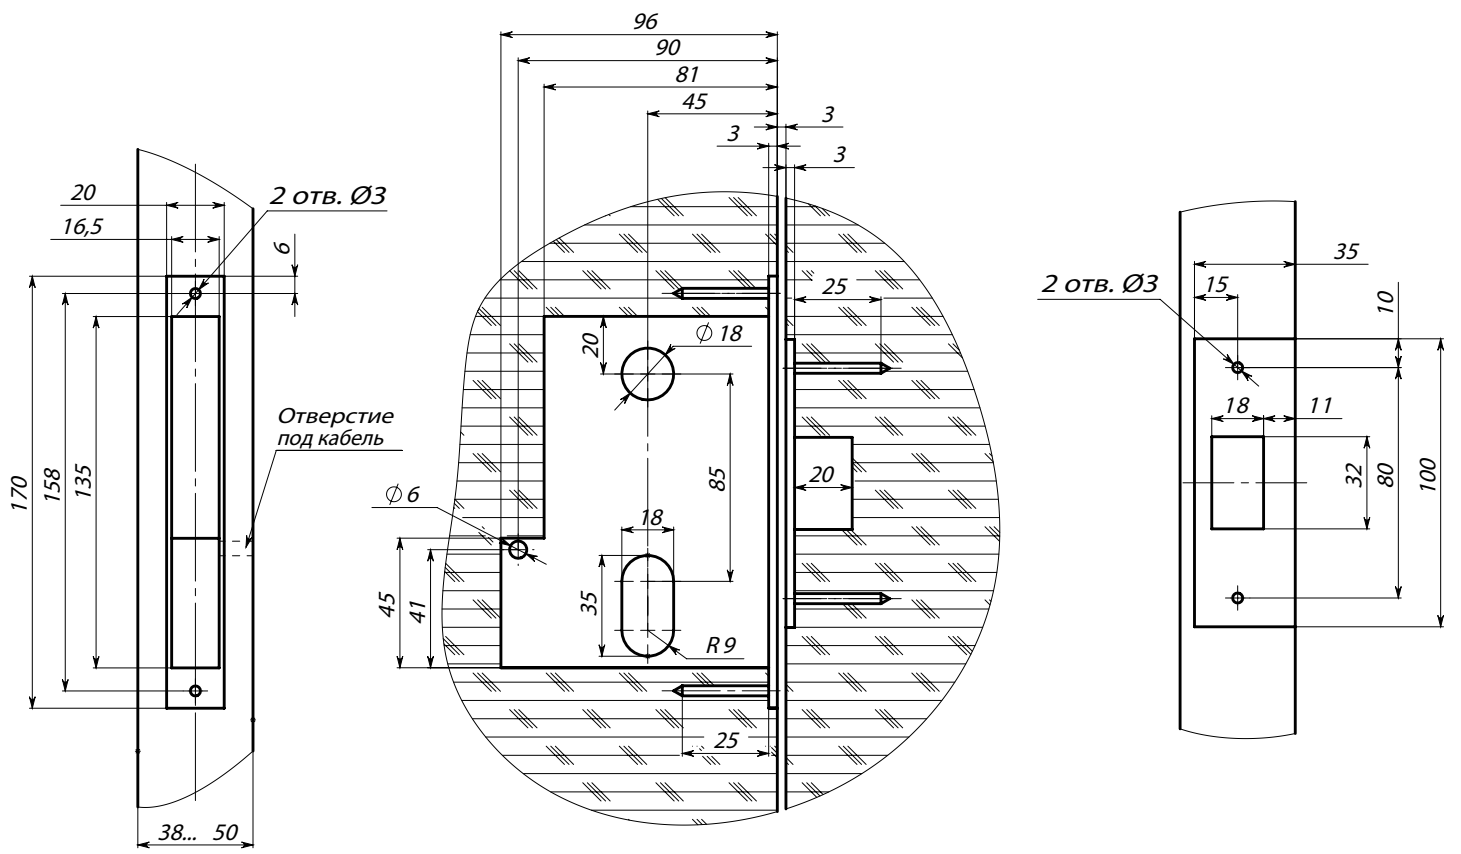

Рис.3 Разметка отверстий под замок
- 1) Выполните в двери разделку в соответствии с разметкой (размеры - на рис.3);
- выполните выборку установочного паза в дверной коробке в соответствии с разметкой по рис.3;
- установите запорную планку 8 в паз дверной коробки, обеспечив зазор 1,5 - 3 мм при закрытой двери между плоскостью планки 8 и накладкой 2. Паз запорной планки (рис.3) должен быть расположен строго симметрично относительно поперечного сечения ригеля замка;